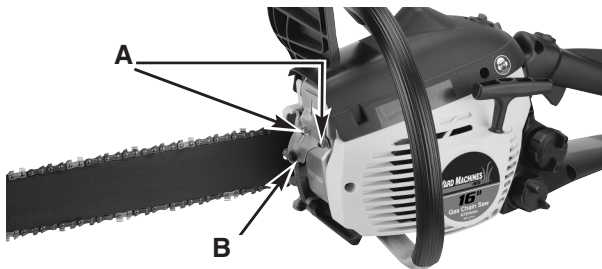

Fig. 37
1. Enlevez les 3 boulons (A) et enlevez l'amortisseur. (Fig. 37).